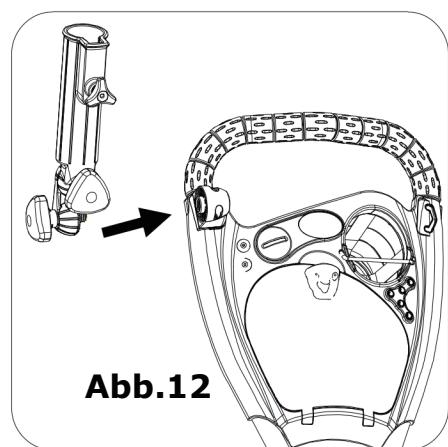

Abb.12
Simply attach the umbrella holder onto the cart as in Fig. 12
12. Zum Einsatz: Befestigen Sie den Schirmhalter einfach am Trolley wie in Abb. 12